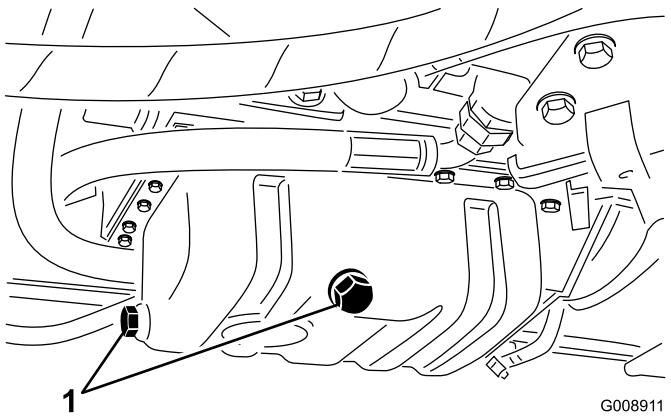

図 53
- ドレンプラグ図 53の片方を外し、排出されるオイルを廃油受け容器に回収する。オイルが抜けたらドレンプラグを取り付ける。